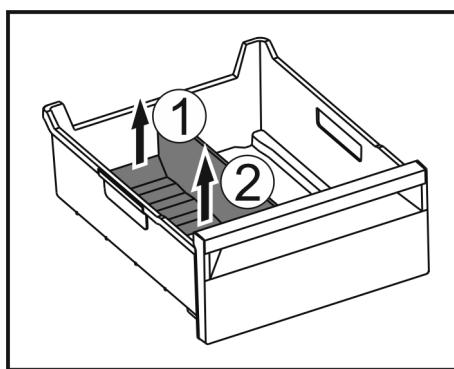

Fig. 63
- Приподнимите заднюю часть разделителя отделения для льда. Fig. 63 (1)
- Извлеките разделитель отделения для льда движением вверх. Fig. 63 (2)